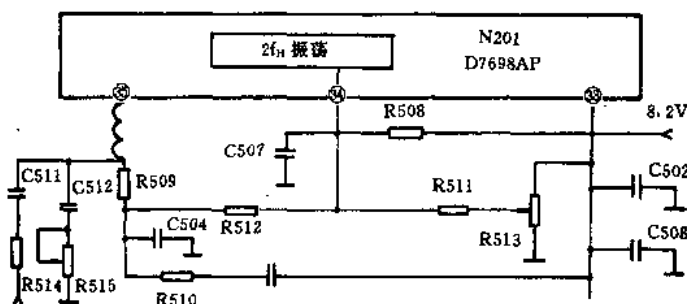

图 1
该机行振荡电路是由 D7698AP 内正反馈型施密特触发器及⑥脚外接的 RC 定时元件组成。电源通过 R508, R513 和 R511 等电阻向定时电容 C507 充电(相关电路见图 1 所示),并通过集成块内电路进行放电。R513 为行频电位器,调节其值即可改变 C507 的充电时间常数,从而也就改变了行频,振荡器的振荡频率为 $2f_H$ 。两倍行频经双稳态触发器(F/F)分频后就得到行频信号。采用两倍行频振荡器是为了减少行、场扫描间的相互干扰,避免隔行扫描的并行现象。经分频后的行频信号送入行预激励电路,预激励后从⑥脚输出送往行推动电路。